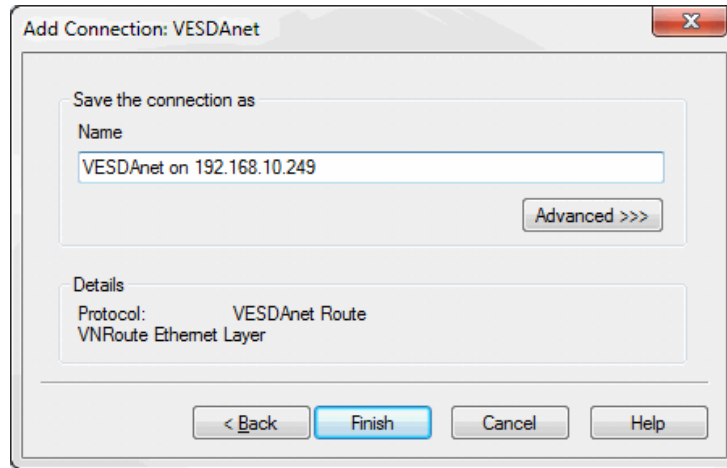

Figura 5-7: Introducir un nombre de conexión
3. Introduzca un nombre exclusivo para la conexión o acepte el nombre generado previamente y, a continuación, seleccione **Finalizar** ("Finish") (Figura 5-7).